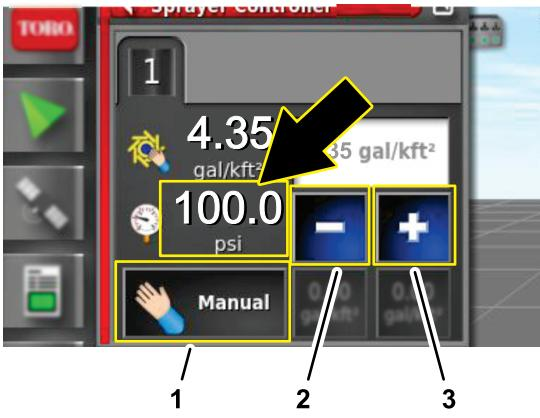

Рисунок 205
- В диалоговом окне контроллера интенсивности опрыскивания нажмайте значок RATE CONTROL MODE (РЕЖИМ УПРАВЛЕНИЯ ИНТЕНСИВНОСТЬЮ ОПРЫСКИВАНИЯ), пока не будет отображен ручной режим (Рисунок 205).
8. Нажмайте значок пошагового уменьшения (-) или пошагового увеличения (+), чтобы отрегулировать давление в системе опрыскивания (Рисунок 205) на 6,9 бар (100 фунтов на кв. дюйм).